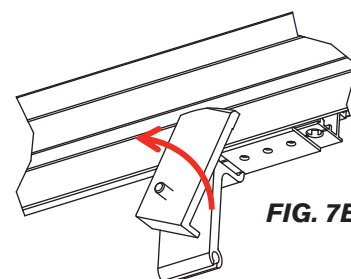

FIG. 7E
- Serrer à la main les boulons. Vérifier pour finir l'écartement avec la jauge d'écartement des rails ER : mesurer la distance entre le profilé métallique du rail et l'arrêt (Fig. 7E, 7F). La mesure ER peut également être prise à l'extrémité des rails, au niveau du caisson et du hayon. Les coulisses sont équipées de supports et de cales qui assurent une dimension ER conforme lorsqu'on les place sur une caisse d'origine ordinaire. Toutefois, la dimension de certaines caisses sort de l'ordinaire; d'autres ont des garnitures plastique optionnelles ou une doublure de caisse vaporisée.
REMARQUE : Si vous remarquez un retard de fonctionnement, vérifiez deux fois la dimension entre les rails avec la jauge BR, (Voir étape 7, Fig. 7E & 7F)